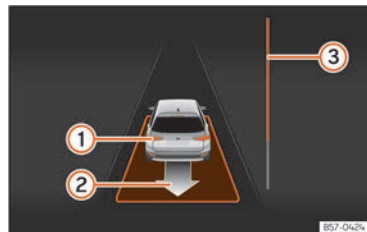

Abb. 166 Am Bildschirm des Kombi-Instruments: parallel zur Fahrbahn ausparken.
- Fahren Sie rückwärts, bis das Dauertonsignal des ParkPilot ertönt; **ODER:** fahren Sie zurück, bis am Bildschirm des Kombi-Instruments die Anzeige zur Vorwärtsfahrt erscheint. Die Fortschrittsanzeige **>>>** [Abb. 166] **3** zeigt den zurückzulegenden Abstand an.